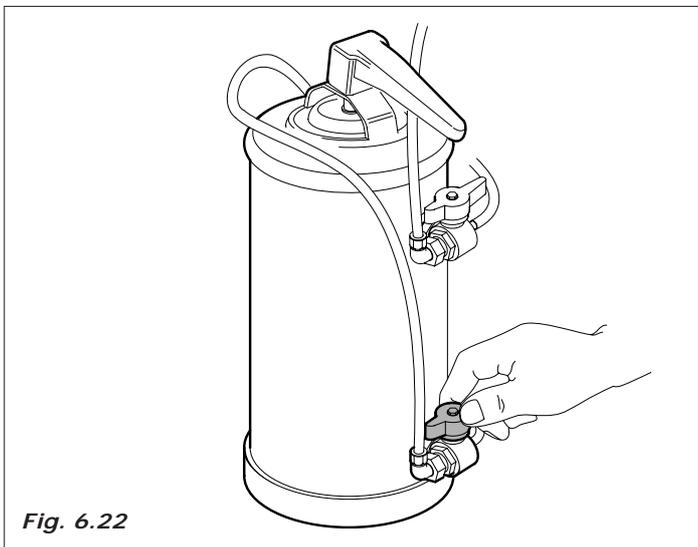

Fig. 6.22
- Quitar tensión y cerrar el grifo (Fig.6.22)